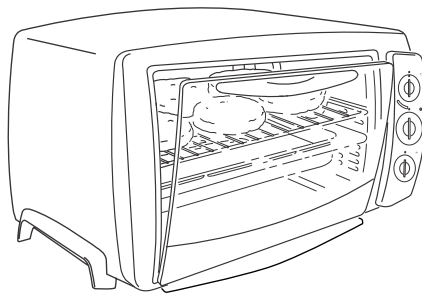

Abb. 2
Das Grillgut direkt auf den Rost stellen, die Fettpfanne (N) auf die mittlere Schiene (2) wie in Abbildung 1 dargestellt schieben und die Tür wie in Abbildung 2 anlehnen.